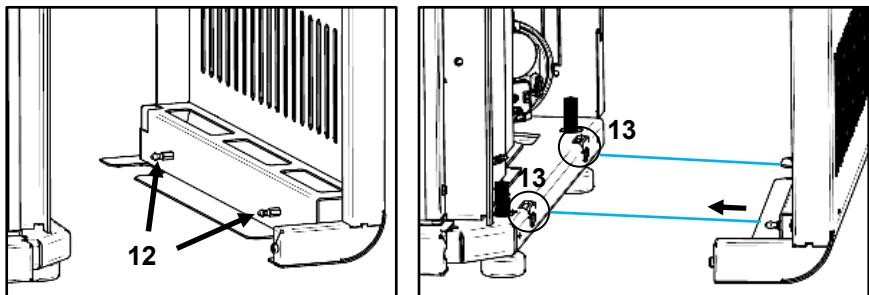

Figura 45 – Fixação das envelopantes Olive
k) De seguida colocar as envolventes laterais; encaixar primeiro os apoios **10** nos rasgos **11** e depois encaixar os pernos **12** das envolventes laterais, nas molas **13** que se encontram no equipamento, como demonstra a Figura 45.